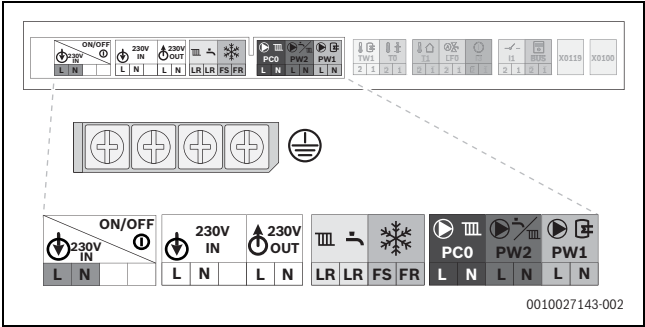

Fig. 69 Plaque de tension réseau : bornier
- Raccorder le câble au bornier des accessoires externes (→ figure 69 et figure 70).